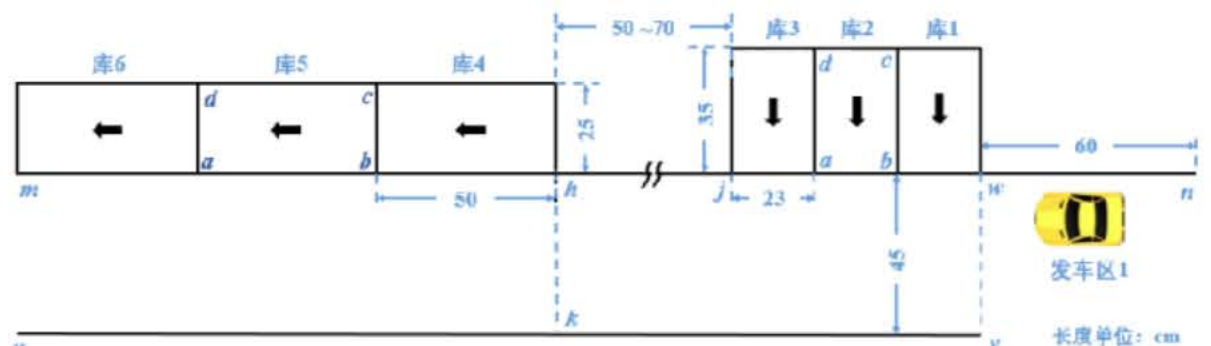
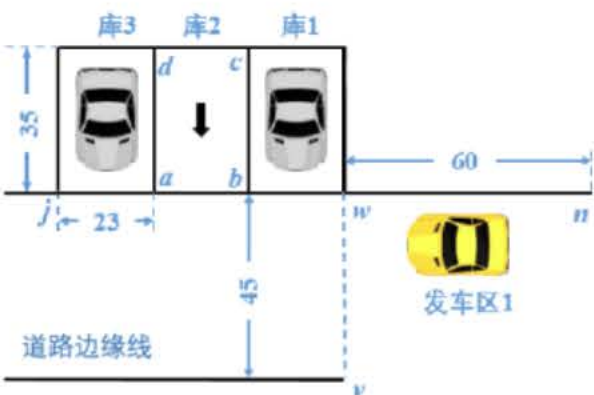
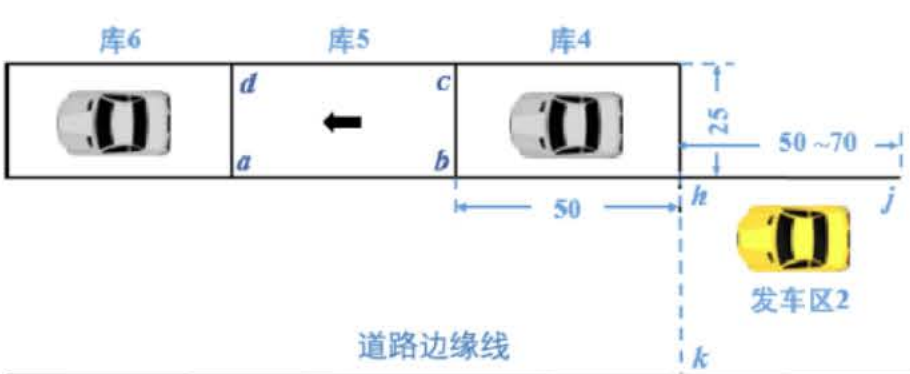

图 1 作品测试泊车场地示意图
图 2 倒车入库/出库区域示意图
图 3 侧方入库/出库区域示意图
设计制作具有自动泊车功能的电动车，可在图 1 所示的作品测试泊车场地上，分别独立完成“倒车入库/出库”或“侧方入库/出库”的单项操作，也可连续完成这两项入库/出库的操作。
(1) 单项倒车入库/出库①：如图 2 所示，一键启动摆放在“发车区 1”内的电动车，电动车以“右侧垂直泊车方式”自动倒车进入库 2 内居中位置停车（详见图 2 中库区 $abcd$ ，此时库 1、库 3 内均停有车辆），倒车入库时间 T_1 越短越好（ T_1 定义见本题说明， $T_1 > 30s$ 的 T_1 测试项成绩记 0 分）。电动车在库内停车到位 5s 后，沿车头方向右转出库，车身整体出库时间不超过 15s。（20 分）
(2) 单项侧方入库/出库①：如图 3 所示，一键启动摆放在“发车区 2”内的电动车，电动车以“右侧平行泊车方式”自动泊入库 5 内居中位置停车（详见图 3 中库区 $abcd$ ，此时库 4、库 6 内均停有车辆），侧方入库时间 T_2 越短越好（ T_2 定义见本题说明， $T_2 > 30s$ 的 T_2 测试项成绩记 0 分）。电动车在库内停车到位 5s 后，沿车头方向出库，车身整体出库时间不超过 15s。（20 分）
- (3) 单项倒车入库/出库②：移除图 2 中库 1、库 3 内停放的车辆，逐条按照第 (1) 项要求，电动车完成“邻库无车”时的倒车入库/出库。（20 分）
- (4) 单项侧方入库/出库②：移除图 3 中库 4、库 6 内停放的车辆，逐条按照第 (2) 项要求，电动车完成“邻库无车”时的侧方入库/出库。（20 分）
- (5) 连续倒车与侧方入库/出库①：如果参赛者确认其作品能连续完成第 (1)、(2) 项功能要求，可直接测试本项，成功完成的将在第 (1)、(2) 项得分基础上加 5 分。此刻泊车场地（图 1）中的库 1、3、4、6 内均居中停有车辆。电动车自图 1 中“发车区 1”内一键启动泊车，按第 (1)、(2) 项要求，连续完成自动倒车及侧方入库/出库。（5 分）
- (6) 连续倒车与侧方入库/出库②：如果参赛者确认能够连续完成第 (3)、(4) 项功能要求，则直接测试第 (6) 项，成功完成的可在第 (3)、(4) 项得分基础上加 5 分。此刻同时移除泊车场地（图 1）中的库 1、3、4、6 内所有停放车辆，电动车自图 1 中“发车区 1”内一键启动泊车，按照第 (3)、(4) 项要求，连续完成自动倒车与侧方入库/出库。（5 分）
- (7) 其他 （10 分）
- (8) 设计报告 （20 分）
- 2) 测试场地：赛区测试电动车自动泊车的场地如图 1 所示，单项泊车场地（图 2、图 3）各为赛区测试场地（图 1）的一部分，赛区测试场地不标注蓝色字符和线段，直线段 hj 长度范围 50~70cm（具体长度由赛区决定）。倒库泊车的三个车库（库 1~3）长度均为 35cm、宽度均为 23cm；侧方泊车的三个车库（库 4~6）长度均为 50cm、宽度均为 25cm。图中长方形 $abcd$ 为泊车库，线段 ab 为“库口线”，线段 bc 、 cd 、 da 为“库边线”；线段 uv 与 mn 为道路边缘线， mn 与所有“库口线”重合。泊车场地应铺白纸，纸上的黑色实线用 1.8cm 左右宽度的黑色胶带粘贴而成。
- 3) 发车区 1：测试第 (1)、(3) 项及第 (5)、(6) 项要求的功能时，电动车应摆放于图 1 中“发车区 1”内，即车身右侧投影线距离直线段 mn 约 5cm，车头投影线距离前方虚线段 wv 约 5~30cm，测试时将随机调整该距离。
- 4) 发车区 2：测试第 (2)、(4) 项要求的功能时，电动车应摆放于图 3 中“发车区 2”内，即车身右侧投影线距离直线段 mn 约 5cm，车头投影线距离前方虚线段 hk 约 5~30cm，测试时将随机调整该距离。
- 失误①：电动车身地面投影覆盖库 2、库 5 的库边线
- 失误②：电动车身地面投影覆盖道路边缘线 uv
- 失误③：电动车身地面投影覆盖库 1、库 3、库 4、库 6 中任一库区
- 9) 测试要求：如电动车能够完成“连续倒车与侧方入库/出库”，应直接测试第 (5) 或第 (6) 项；如电动车不能完成“连续倒车与侧方入库/出库”，可选择单独测试第 (1)、(2) 项或第 (3)、(4) 项，此后将不再测试第 (5) 或 (6) 项。每项最多允许测试两次，各项测试成绩以最好的一次成绩为准，满分时，该项不测第二次。